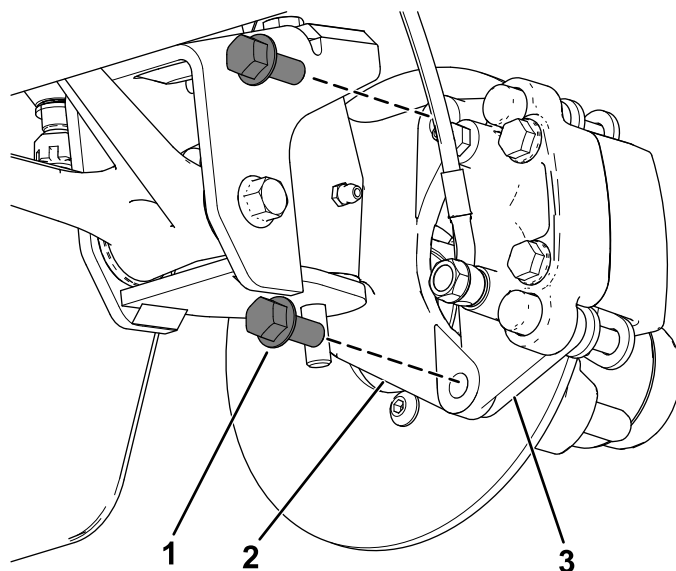

Figura 38
3. Togliete i bulloni a testa flangiata ( $\frac{3}{8}$ " x  $\frac{3}{4}$ " ) che fissano la staffa del gruppo del freno al mandrino e separate il freno dal mandrino (Figura 38).
2. Allineate le pastiglie dei freni su ciascun lato del rotore (Figura 38) e i fori sulla staffa della pinza con i fori sul supporto del freno del telaio del mandrino (Figura 42).
3. Fissate la staffa del calibro al telaio del mandrino (Figura 38) utilizzando i 2 bulloni a testa flangiata ( $\frac{3}{8}$ " x  $\frac{3}{4}$ " ).